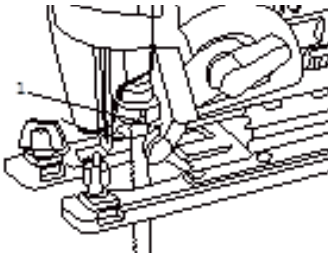

Рис. 3. Замена пилки
2. Поверните замок держателя пилки (1, рис. 3) до упора и удерживайте его.
4. Отпустите замок держателя (1, рис.3), он вернется в исходное положение автоматически.